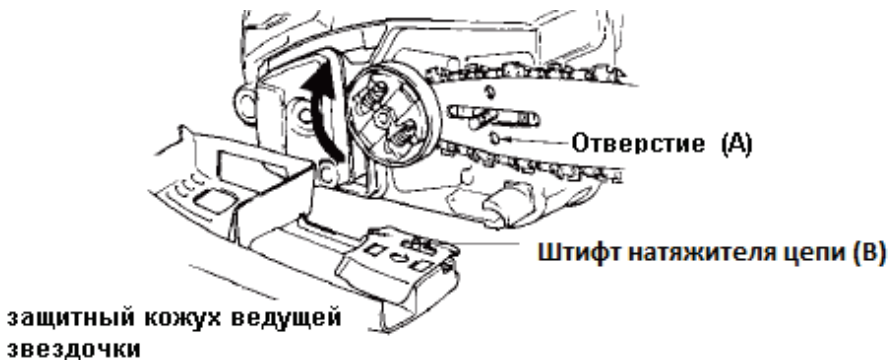

Рис.3
Правильно ориентируйте цепь относительно направления вращения (Рис.3).
4. Удерживая шину так, чтобы цепь лежала в ее пазу, наденьте крышку ведущей звездочки. Штифт (В) натяжителя цепи (В) должен войти в отверстие «А» на шине (Рис.3).